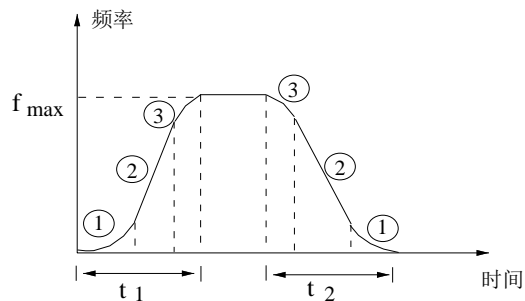

图5-13 S曲线加减速
输出频率按照S形曲线递增或递减, 如图5-13所示。
S曲线起始段时间如图5-13中①所示，这里输出频率变化的斜率从0逐渐递增。
S曲线上升段时间如图5-13中②所示，这里输出频率变化的斜率恒定。
S曲线结束段时间如图5-13中③所示，这里输出频率变化的斜率逐渐递减到0。